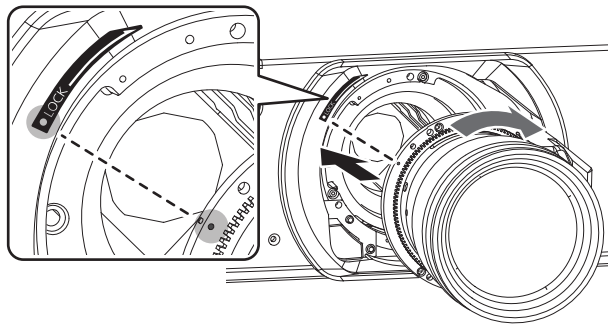

Figura 1
- 1) **Inserte la lente alineando la marca (naranja) de la lente de proyección con la marca del cuerpo del proyector (○ a la izquierda de LOCK) y gire en la dirección de las manecillas del reloj hasta que haga clic. (Figura 1)**